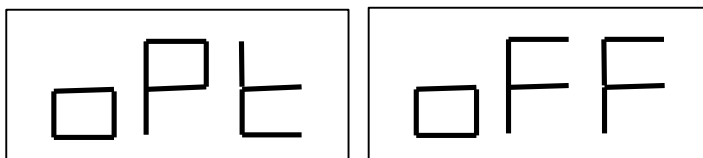
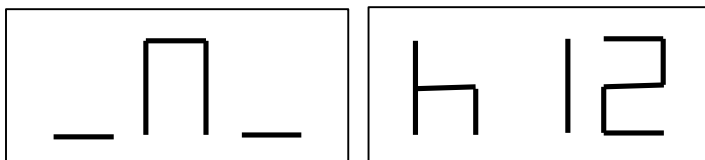

Fig. F5.2 El programa de optimización no es posible
Fig. F5.3 - Mensaje "Bring the valve to the 12 o'clock position" (coloque la válvula en la posición 12 en punto)
2. Si el desbalance estático de la rueda es inferior a 12 gramos, la máquina visualizará el mensaje mostrado en la figura F5.2 durante un segundo y saldrá automáticamente del programa de optimización. Si, en cambio, dicho desbalance es mayor o igual a 12 gramos, se mostrará el mensaje de la figura F5.3.
7. Al cabo del ciclo, se visualizará el mensaje de la figura F5.3. Se hallan disponibles dos opciones: